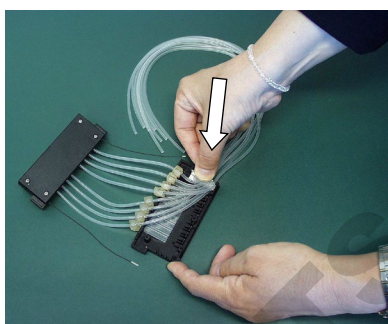

Figure 5-43. Pression de la plaque d'identification de tubulure en place
8. Pressez la plaque d'identification de tubulure blanche en place sur la droite du cache du fond de la partie supérieure de la cassette de distribution (Figure 5-43).